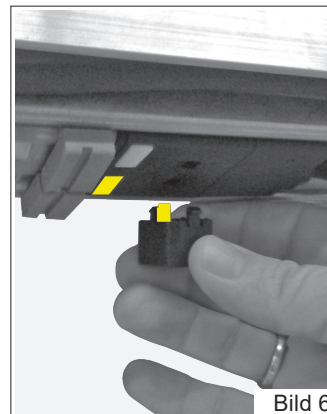

Bild 6
8.3.4 Sollte sich dabei der gesamte Auflaufschalter vom Motor lösen, diesen wieder richtig aufsetzen. Der orange Stift des Auflaufschalter muss auf der Seite der orangenen Taste des Motors liegen (Bild 6). Ist ein weißer Auflaufschalter am Motor montiert, muss der weiße Stift des Auflaufschalters auf der Seite der weißen Taste des Motors liegen.